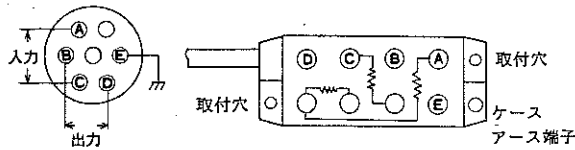

図 10
(1) 設置方法
- 固定する場合には図10に示す取付穴を利用してビス止めします。
(2) ブリッジボックスの結線(5370, 5373, 5379, 5380)
- ブリッジボックス（5370, 5373, 5379, 5380形）のコネクタの結線は、図10に示すようにピン番号A、Cがブリッジ電源の供給で、B、Dが動ひずみ測定器への入力となります。Eはコモン端子です。